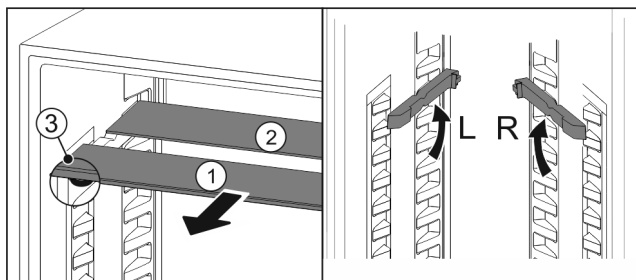

Fig. 60
- Steklene plošče posamično izvlecite Fig. 60 (1) naprej.
- ▷ Steklena plošča Fig. 60 (1) z okrasno letvijo je spredaj.
- ▷ Zaustavljalniki Fig. 60 (3) so obrnjeni navzdol.